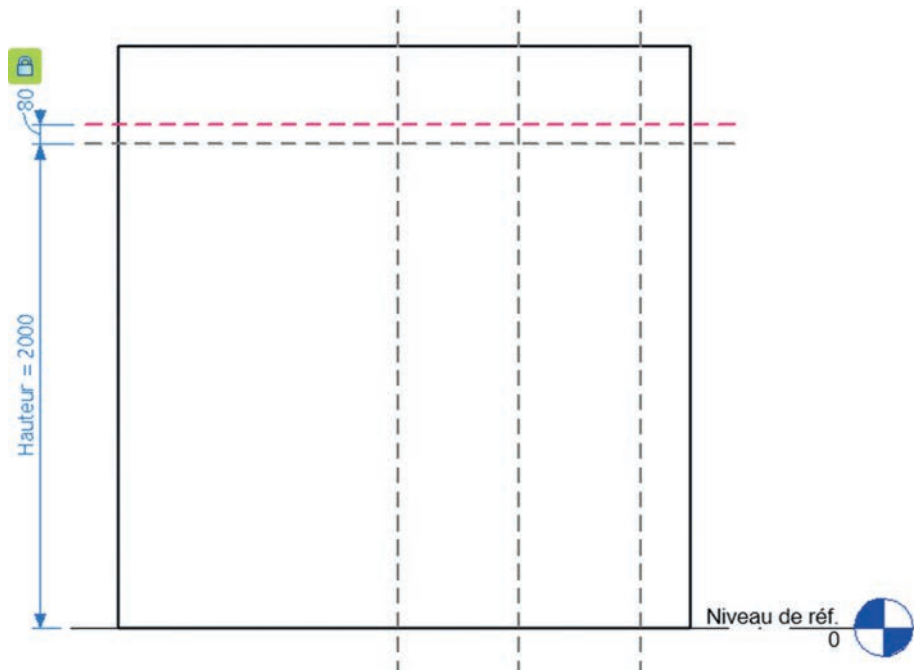

Fig. 9.37
4. Ajoutez un plan de référence horizontal au-dessus de celui contraint par le paramètre Hauteur. Ajustez sa position à 80 mm par rapport à ce plan et verrouillez la cote (fig. 9.37).